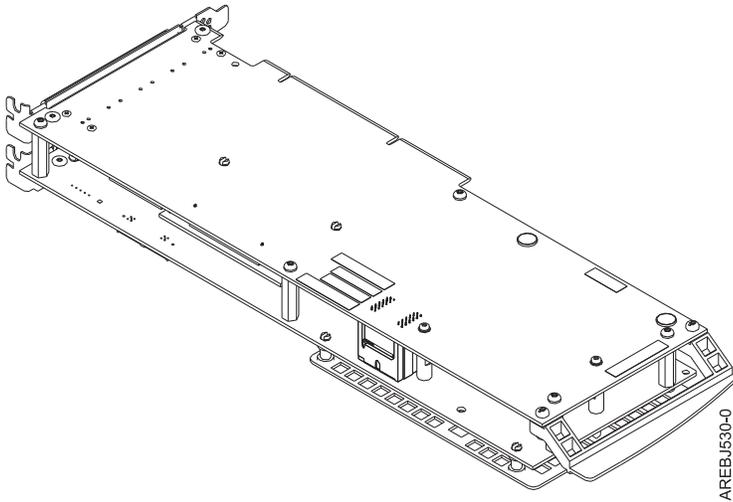

図 43. 572F/575C カード・セット・アダプター
2. 572F/575C カード・セット・アダプターを ESD 保護されている表面の上に置き、100 ページの図 43 に示されている方向に向けます。